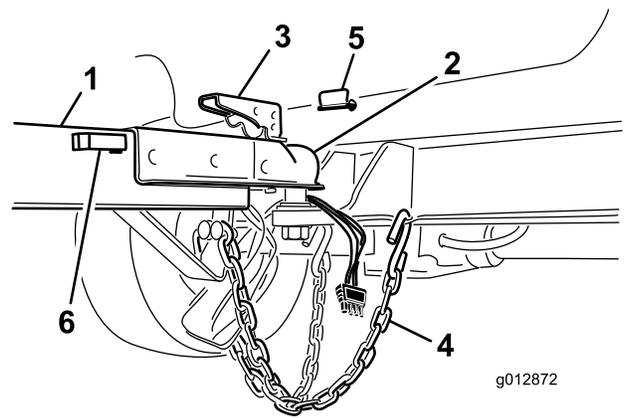

Figure 6
5. Rangez le connecteur du faisceau plat dans le support du tube d'attelage (Figure 6).
4. Posez la goupille de verrouillage pour fixer le levier du coupleur (Figure 6).
5. Croisez les chaînes de sécurité et accrochez-les aux trous sur le dispositif d'attelage (Figure 6).
2. Levez le levier du coupleur sur la flèche tout en abaissant le couvercle sur la boule d'attelage (Figure 6).